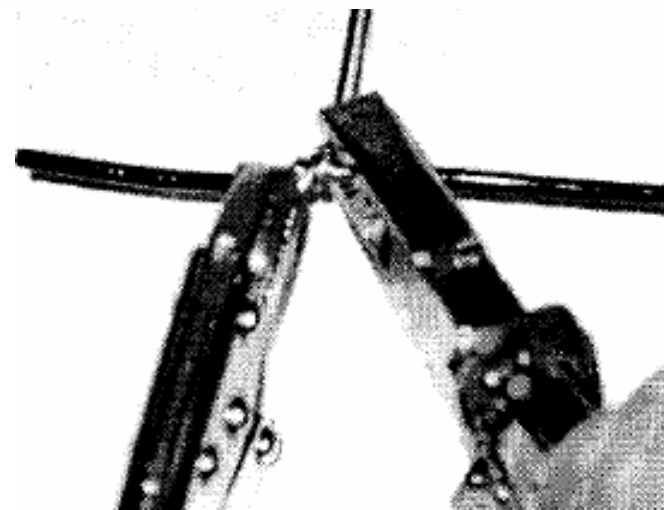

Figura 10.31
6. Segure o condutor rígido pelo olhal com auxílio de um alicate de pressão, fazendo as espiras, conforme indicado na **figura 10.31**, até a conclusão da emenda.